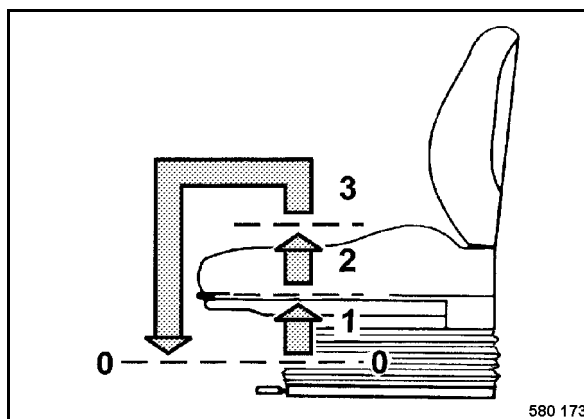

fig. 55
- Soulever le siège (fig. 55) pour régler la hauteur et le laisser encranter dans la position désirée.